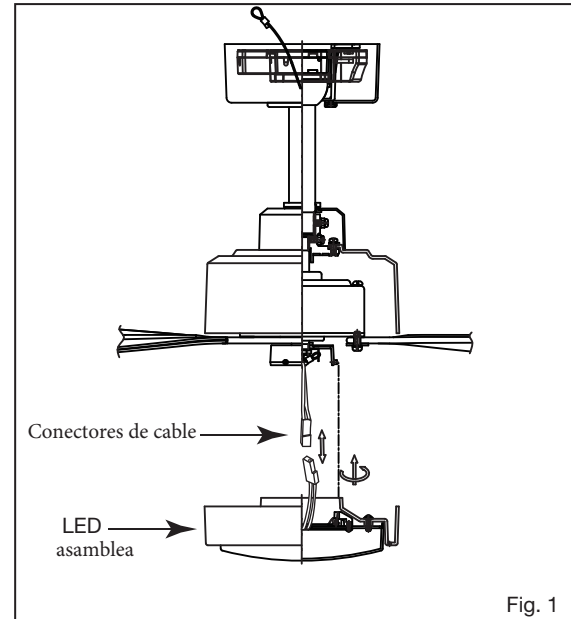

Fig. 1
- 1 Mientras sostiene el ensamblaje de LED debajo de su ventilador, haga las conexiones polarizadas del enchufe: (Fig. 1)